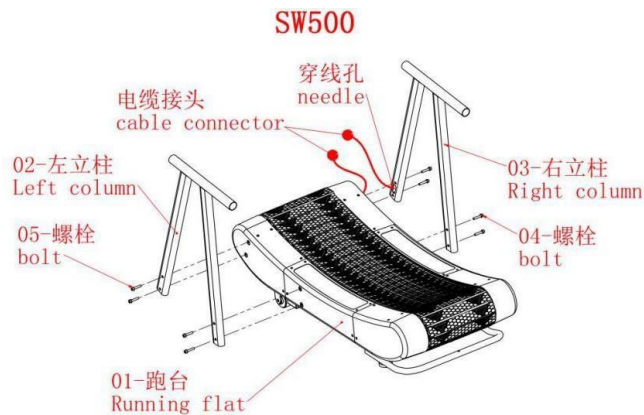

Imagen 5
Baje los cuatro pernos 05 en el lado izquierdo de 01-runway, tome la columna 02-left y alinee con cuatro agujeros de perno en el lado izquierdo de la pista, y atornillar. (Imagen 5. 6. 7.)
(1) Gire todos los cuatro pernos 04 en el lado derecho de la pista, tome la columna 03-derecha, conecte el cable bajo la columna derecha con la unión del cable a través del agujero central en el lado derecho de la pista, enderezar el cable y conectarlo al centro de la pista. (Imagen 5. 6. 7.)